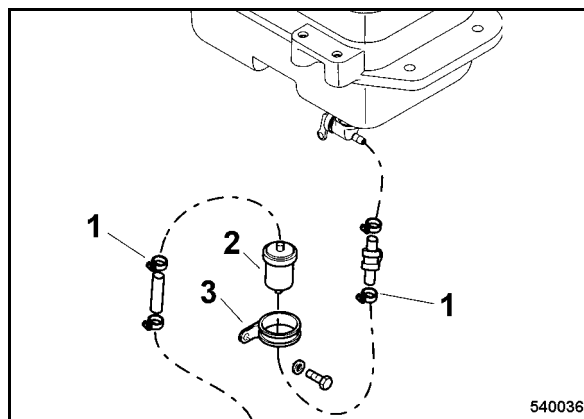

рис. 48
- Ослабить хомуты для шланга (1) (рис. 48) на топливном фильтре и снять топливные соединительные шланги.
- Ослабить зажимный хомут (3) и снять топливный фильтр (2).